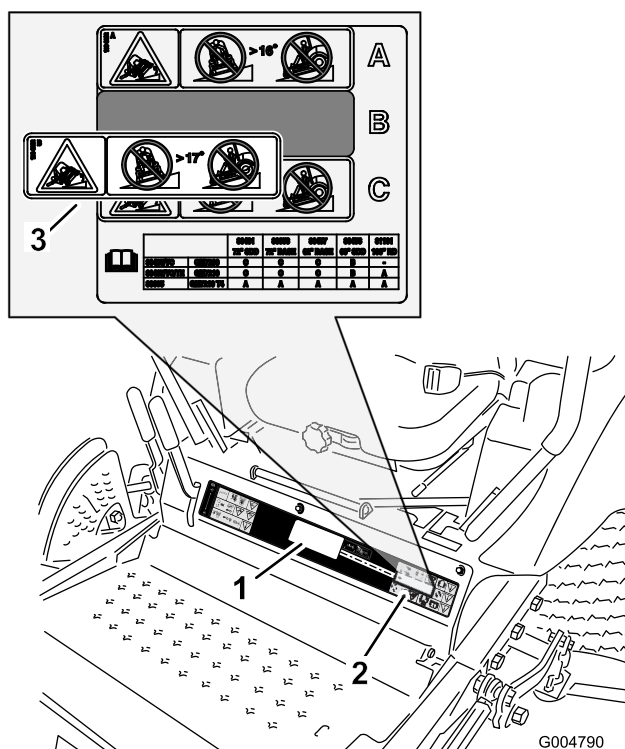

図 11
- 既存のデカル部分のうち、安定性デカルを貼り付ける場所を十分にきれいにする 図 11。
4. 部分デカルの裏紙をはがし、図 11 のように既存デカル対応部分に貼り付け、デカルの中央部から縁の方に外側に向かって押し広げるようにして貼り付ける。